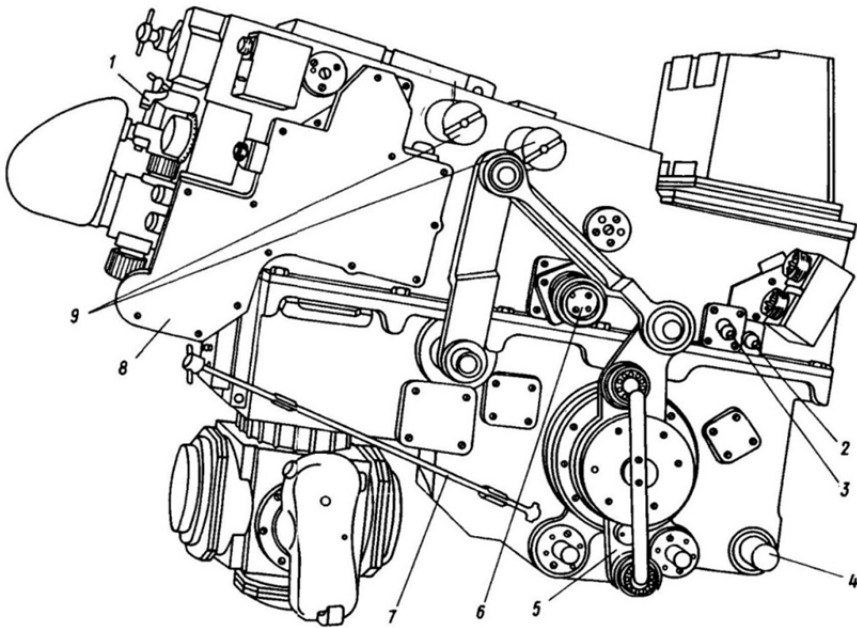

Рис. 2.13. Прицел-дальномер. Вид справа:
Для использования светофильтра во время работы при большой освещенности (особенно зимой при свежевывавшем снеге или против солнца) необходимо, повернув рукоятку 1 (рис. 2.13) вниз до упора, ввести светофильтр в поле зрения окуляра (для вывода светофильтра повернуть рукоятку вверх до упора).
- наблюдая в окуляр прицела-дальномера, совместить вершину центральной прицельной марки с выбранной удаленной точкой, пользуясь механизмами выверки прицела-дальномера по высоте и направлению с помощью выверочного ключа 7 (см. рис. 2.13), закрепленного на правой стороне прицела.